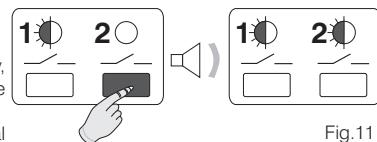

Fig.11
- Mantener pulsada la **tecla 2** hasta que se oiga una única señal acústica y, luego, soltarla. Los dos led parpadean. El **canal 2** está listo para asignarse al **cronotermostato "Master"** (fig.11).